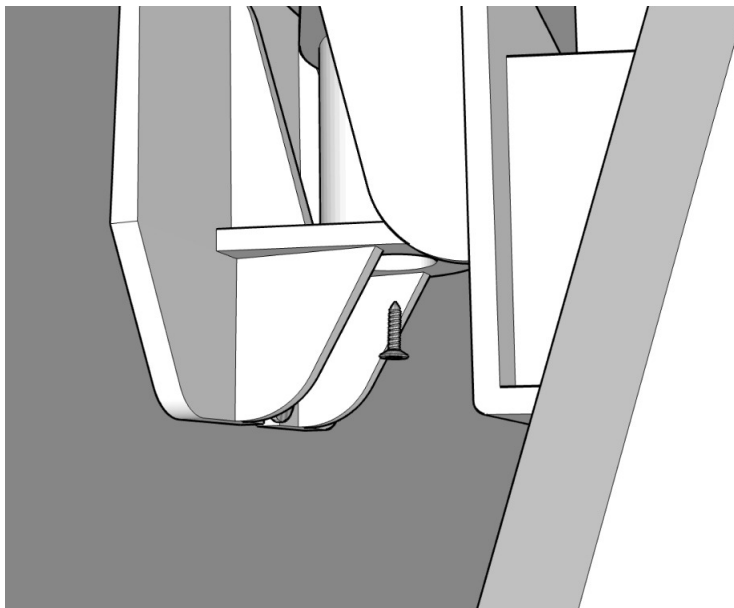

Figura 15: Fixação do sensor na base
- 5) A fixação do suporte na base é feita utilizando o Parafuso 2,5 × 6mm (5), conforme indicado na Figura 15. Após essa fixação, o sensor não deve mais ser rotacionado.